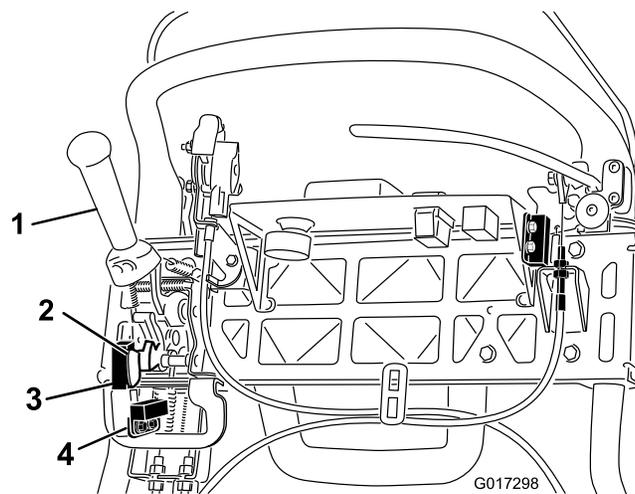

図 39
4. インタロックスイッチを固定しているねじをゆるめる図 39。
5. 走行レバーとインタロックスイッチとの間に厚さ 1.6mmのすきまゲージをはさむ図 39。
4. 刈り込みセンサー取り付けねじをゆるめる図 39。
5. 刈り込みセンサーフラッグとセンサーとの間に厚さ 1.6mmのシムをはさむ図 39。